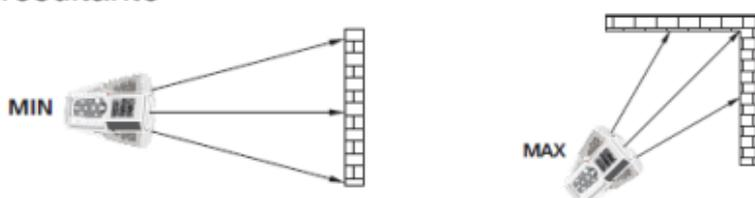

Fig. 3: Exemplos de medição contínua da distância
4. O valor mínimo e máximo da distância são visualizados nos displays parciais enquanto a medição contínua em modo dinâmico ao mover o instrumento (ver Fig. 3) é apresentada no display resultante